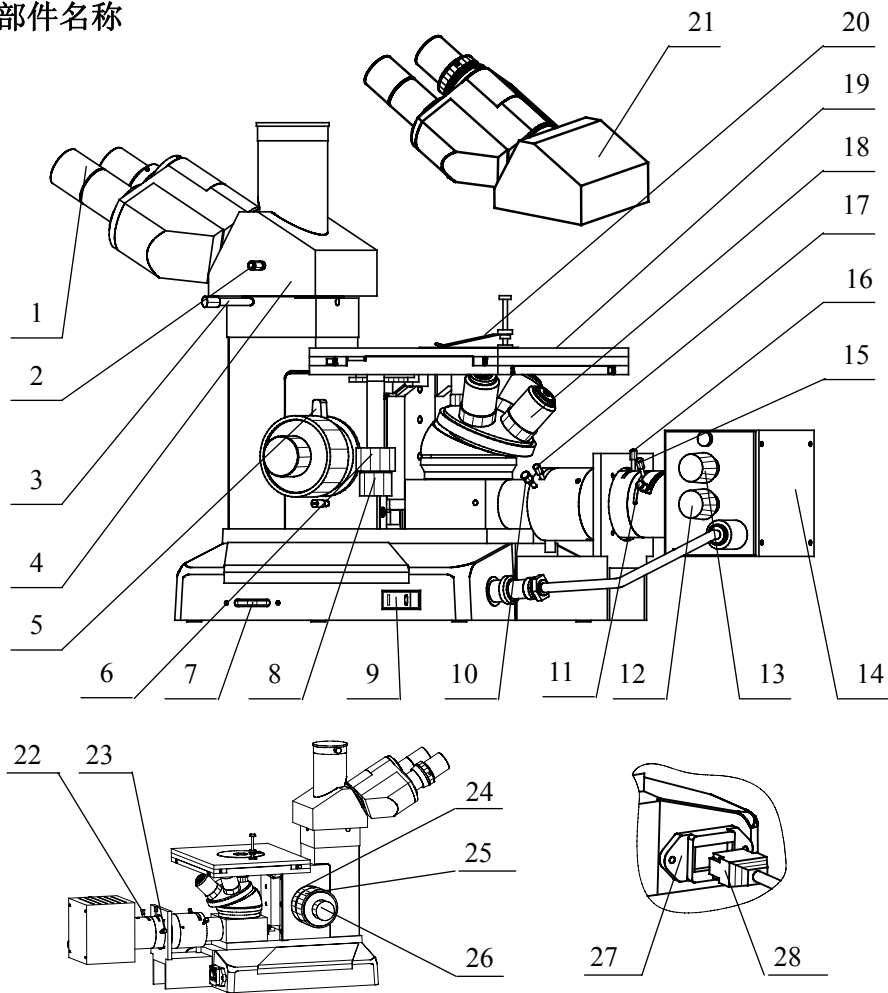

图 1
7. 三目头左上部的观察/摄像功能切换推杆用于选择目镜观察或摄影。本仪器的摄影装置采用 100%透光摄影，以满足更高要求的摄影需要（图 1）。